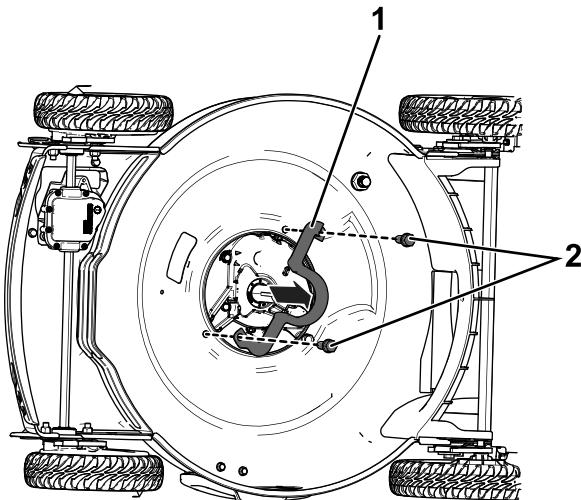

Bild 5
9. Entfernen Sie die Metallriemenführung und die zwei entsprechenden Schrauben und werfen sie weg (Bild 5).